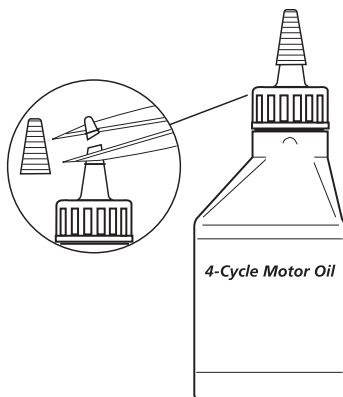

Fig. 5
Su unidad trae una botella de aceite SAE 30 SF, SG, SH de 3.4 onzas fluidas (100 ml.) (Fig. 5).
1. Desenrosque la tapa de la botella de aceite y retire el sello de papel que cubre la apertura. Vuelva a colocar la tapa. Corte la punta de la boquilla del embudo (Fig. 5).